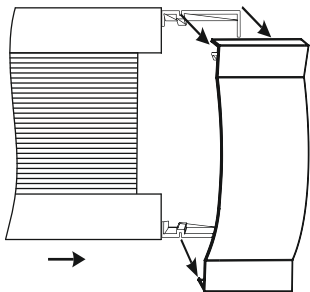

Рисунок 3
- Сдвиньте боковые крышки вверх и снимите их по направляющим с корпуса (рисунок 3).